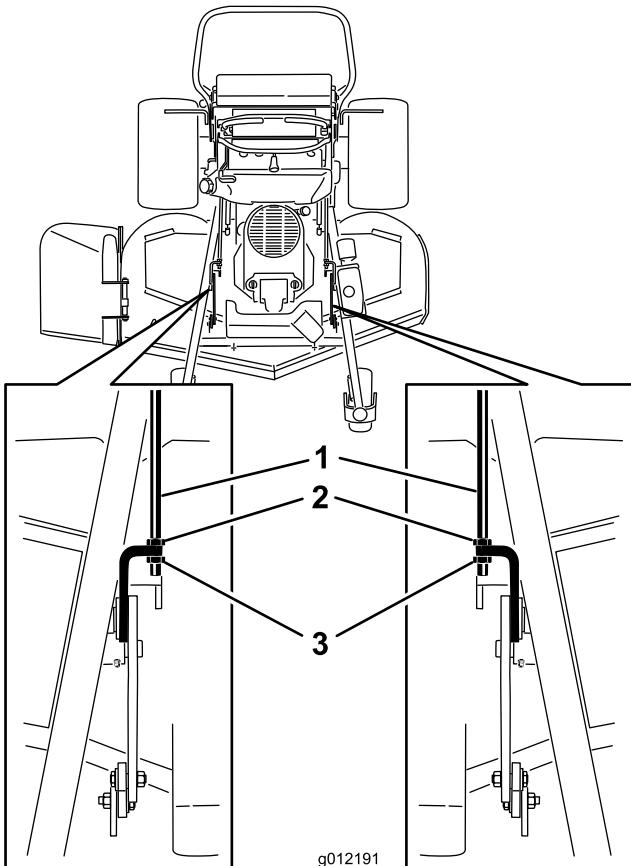

**Figura 84**
1. Coloque 3 listones de madera de 5x10 cm (2x4 pulg.) debajo de la plataforma del cortacésped, según se muestra en Figura 84. Coloque los listones de 5x10 sobre el lado de 10 cm (4 pulg.).